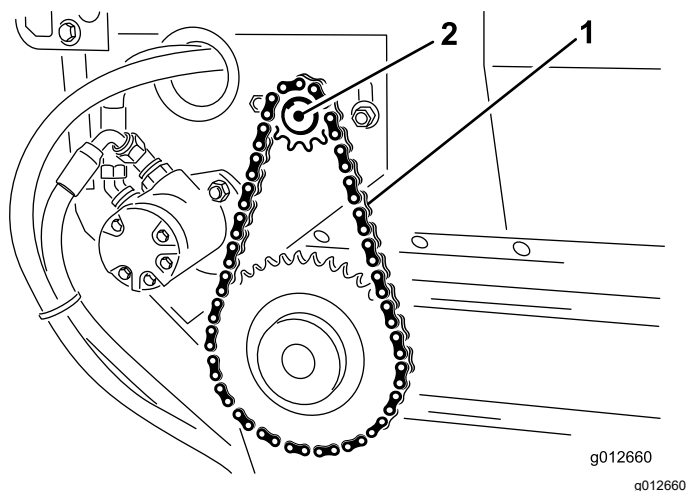

Figura 24
- 3. Afloje los pernos y las tuercas que fijan el conjunto de piñón y motor al bastidor principal (Figura 24).
- 4. Gire el conjunto de motor y piñón (Figura 24) en las ranuras de montaje hasta que la cadena de la cinta transportadora se desvíe 3,2 mm.
5. Apriete los pernos de montaje (Figura 24).